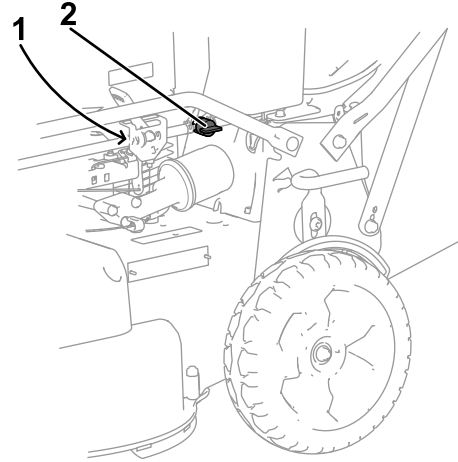

Figure 31
- Fermez le robinet d'arrivée de carburant (Figure 31).
- Déposez le filtre à carburant (Figure 31) de la conduite de carburant en desserrant les colliers autour du filtre.